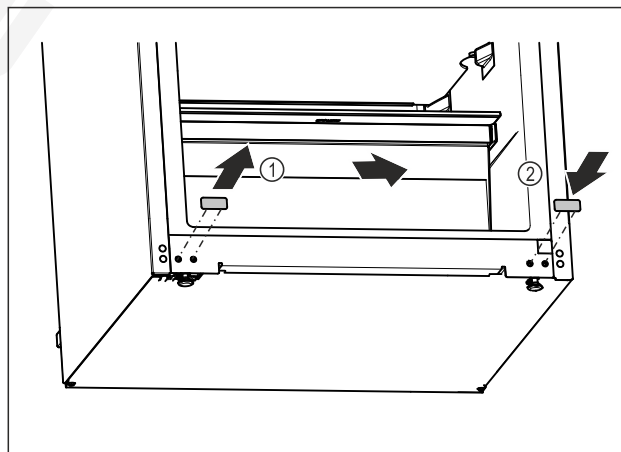

Fig. 17
- ▶ Húzza ki a fedődugót. Fig. 17 (1)
- ▶ Helyezze fel a fedődugót a másik oldalon. Fig. 17 (2)